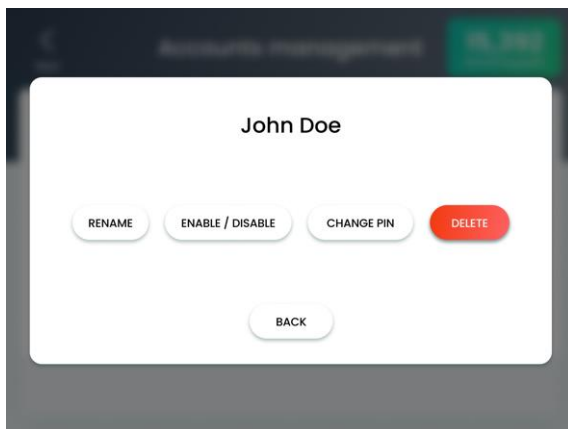

Figura 6-12. *Pantalla de cuenta del usuario seleccionado*
2. En la pantalla de cuentas, toque la entrada del usuario que desee eliminar; aparecerá la pantalla de cuenta del usuario seleccionado, como se muestra en la Figura 6-12.